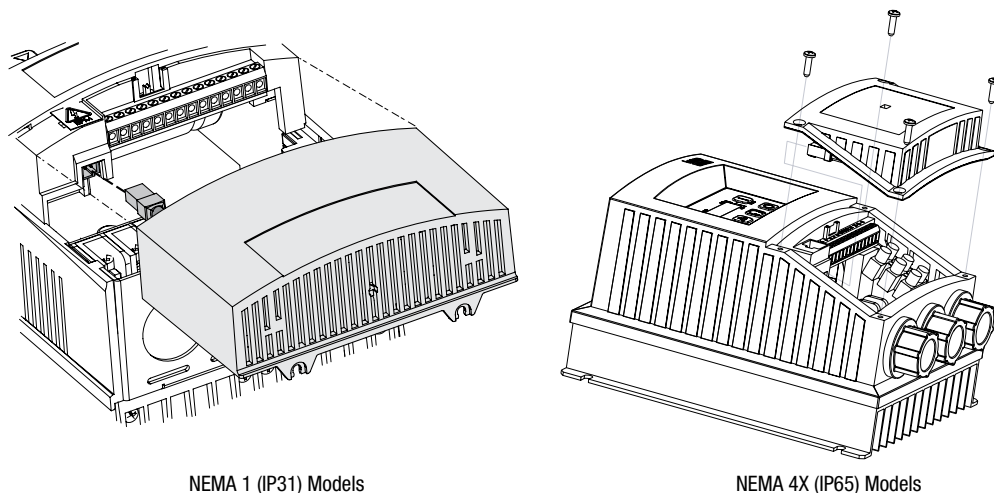

Figura 3: reinstalación de la cubierta del terminal
4. Alinee la cubierta del terminal para la reinstalación, conecte el línea de abastecimiento del módulo a la unidad cuando cierre la cubierta y asegúrela, según las indicaciones de la Figura 3.